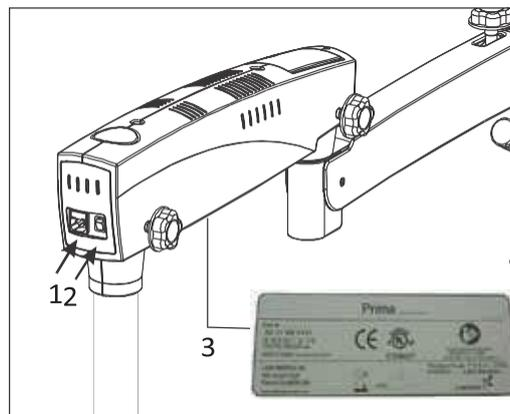

Fig. 8
C Branchez le câble d'alimentation à la prise d'entrée CA (2) située à l'arrière du bras pivotant comme indiqué dans la fig. 8.
⚠ Note: l'alimentation est conçue avec une entrée universelle de 100V à 240V CA, 50/60 Hz. Pour brancher, suivez les instructions sur l'étiquette électrique située au bas du bras comme indiqué (3) ici dans la fig. 8.
Bouton MARCHE/ARRÊT (indiqué comme 2 dans la fig. 8 ci-dessus)